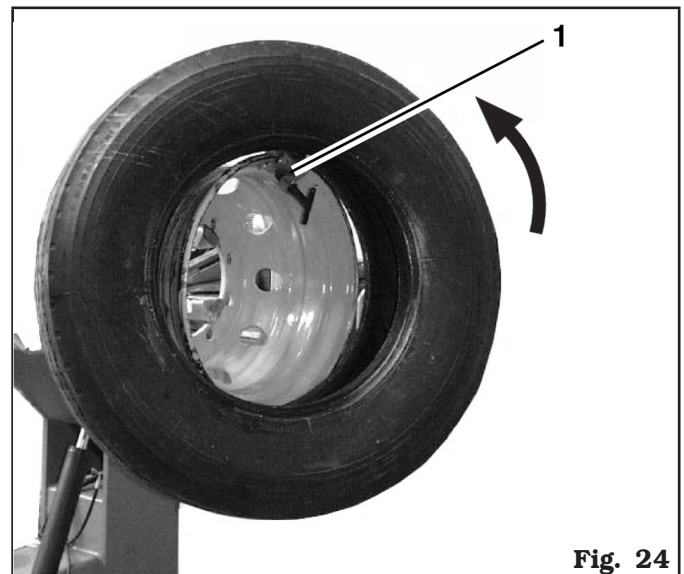

Fig. 24
- Baisser complètement le bras du mandrin de serrage. Rouler le pneu sur la plate-forme et l'accrocher dans l'étau (Fig. 24 réf. 1).
- Soulever le bras du mandrin de serrage avec le pneu accroché et le tourner dans le sens inverse des aiguilles d'une montre de 15-20 cm (5.91" - 7.87") ; le pneu se mettra obliquement par rapport à la jante (voir Fig. 24) ;